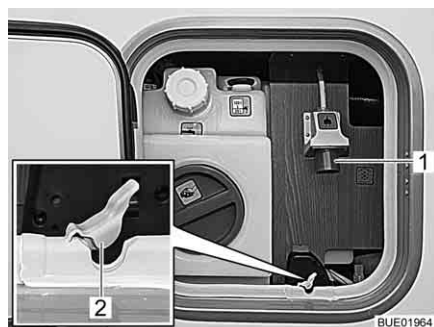

Bild 172 230 V-anslutning i fordonet
- Öppna tätningen (Bild 172,2) i kabelgenomföringen.
- Sätt i insticksanslutningen vid fordonets 230 V-anslutning (Bild 172,1).
- Dra i anslutning (Bild 172,1) av fordonets instickskoppling och ta bort anslutningskabeln.
- Tryck tätningen (Bild 172,2) av kabelgenomföringen i serviceluckas tätningens öppning.